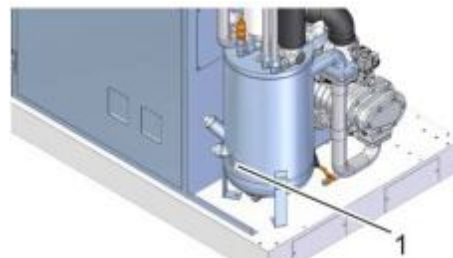

Рис. 29: Смотровое стекло
3. ➔ Через смотровое стекло (Рис. 29/1) проверить уровень наполнения.